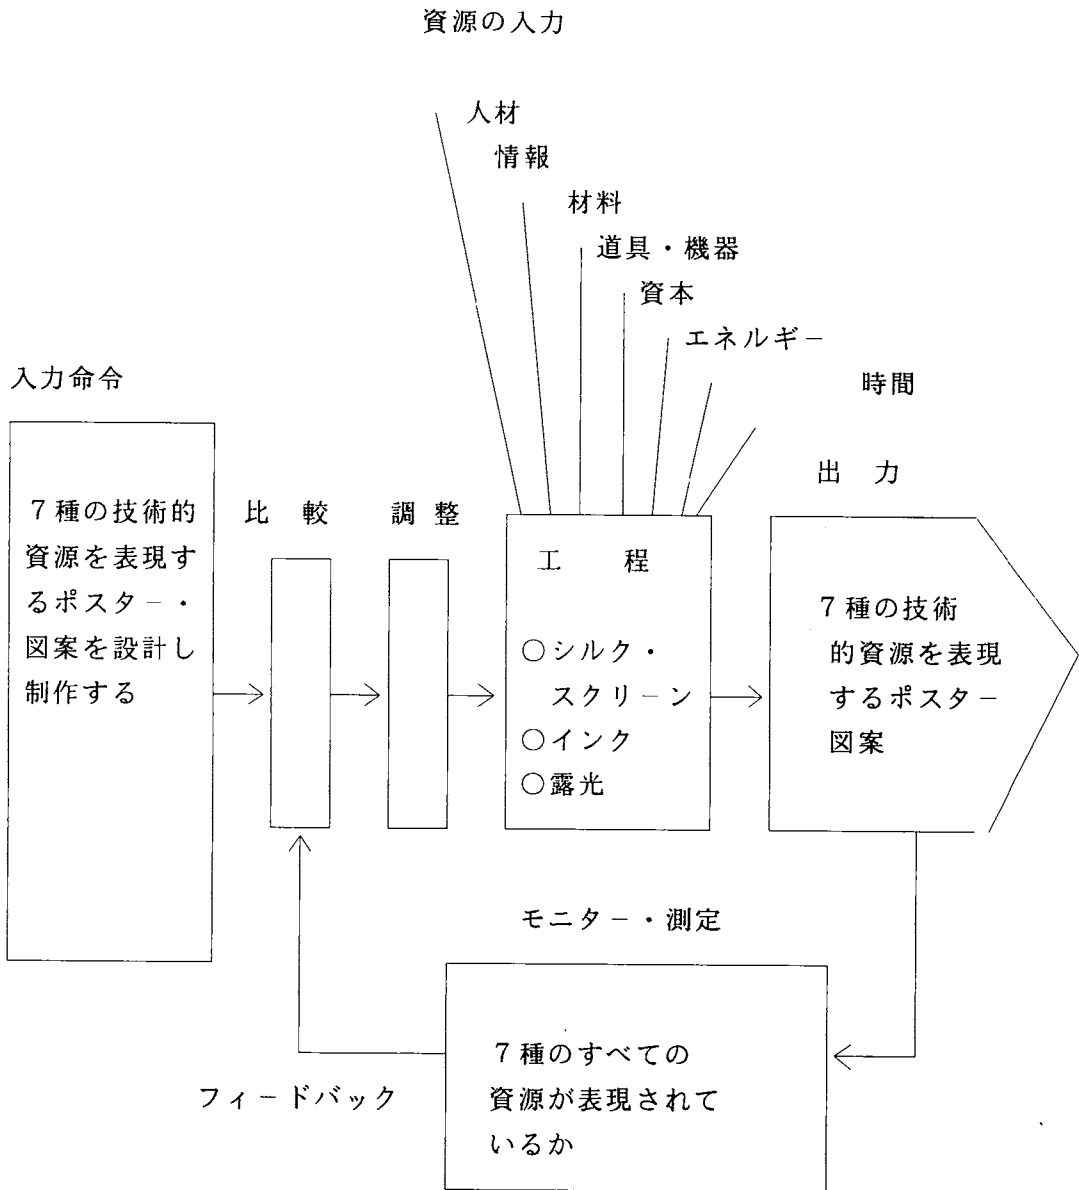

図2-8 技術（テクノロジー）学習システムモデル
(1) 技術システム
- ① 図2-8は技術学習活動のシステムモデル
② 書きならべている資源が上の図に示したシ